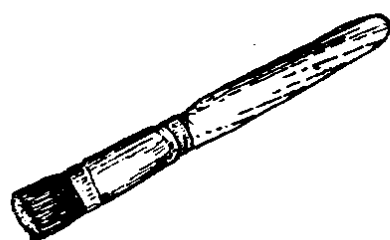

图 1—27 洗刷毛刷
(2) 掸拭毛刷：钟零件可使用细毛扁刷；表零件可使用粗、细长柄长毛刷，其外形如图 1—28 所示。